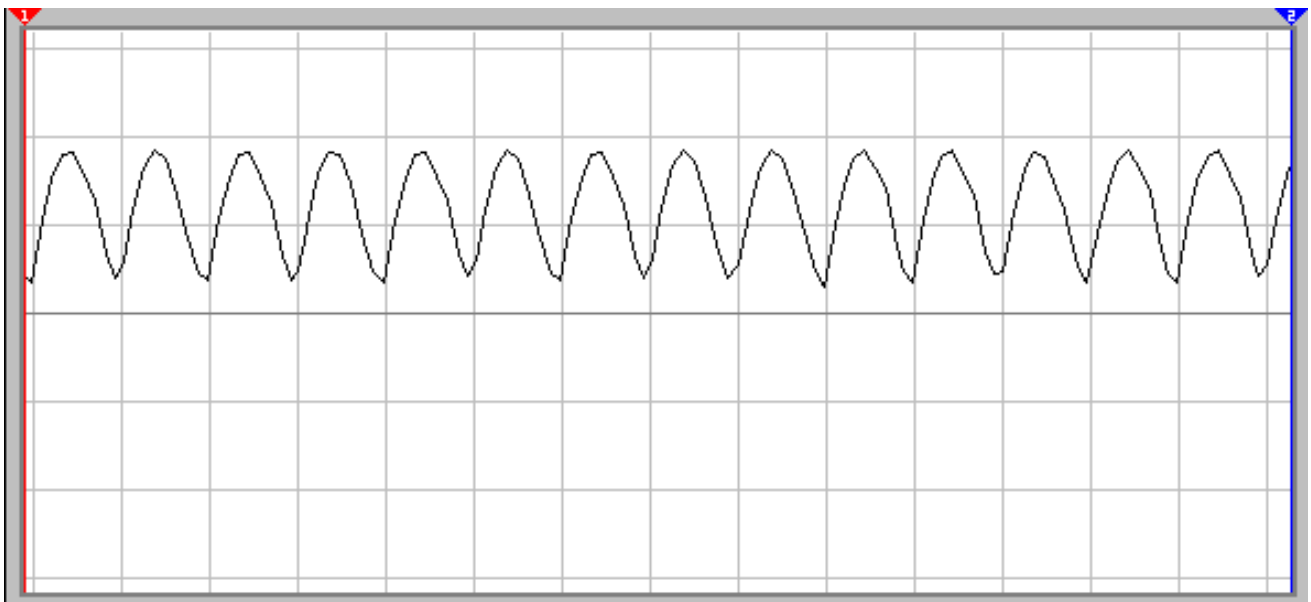

Рис. 4. Осциллограммы сигналов в контрольных точках схемы
4. Подключить измерительные приборы к контрольным точкам и запустить схему. Произвести контроль рабочих процессов происходящих в схеме рис. 4.